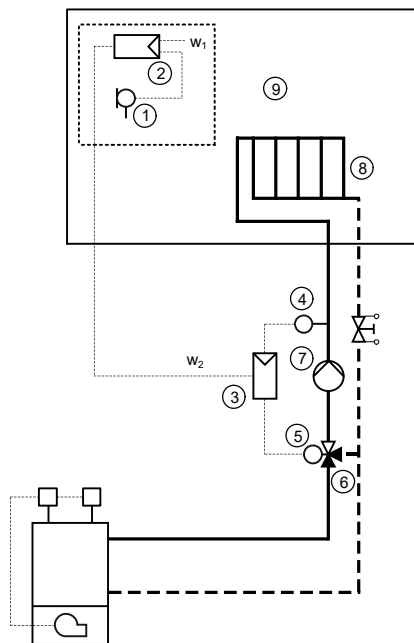

Fig. 3-5 Raum-/Vorlauftemperatur-Kaskadenregelung
Bei der Kaskadenregelung (Fig. 3-5) wird die Raumtemperatur-Regelung in zwei Regelkreise aufgeteilt, nämlich in einen trägen Raumtemperatur-Regelkreis und einen schnellen Vorlauftemperatur-Regelkreis. Der Haupt-Regler (2) wird an die Raumtemperatur-Strecke angepasst und der Hilfs-Regler (3) an die Vorlauftemperatur-Regelstrecke. Dabei erfasst der Haupt-Regler (2) die Raumtemperatur-Regeldifferenz und bildet daraus die Führungsgröße (w_2) für die Vorlauftemperatur-Regelung. Der Hilfs-Regler (3) regelt die Vorlauftemperatur auf den vom Raumtemperatur-Regler vorgegebenen Wert. In der Praxis sind beide Regler meistens in einem einzigen Gerät zusammengefasst und beide haben ein PI-Verhalten.